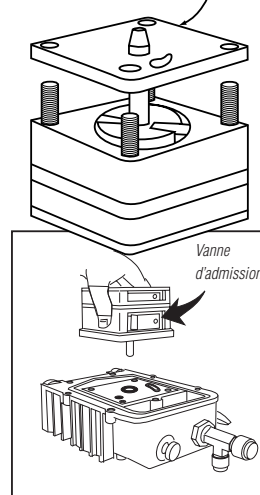

Figure 30
Étape 1 : placer le piège à plat sur l'établi. **Retirer les écrous de la cartouche en laissant tous les composants bien alignés. Les écrous peuvent être éliminés.** La cartouche doit être maintenue avec l'arbre vers le bas et les valves antiretour à soupape flottante faisant face au raccord d'admission. Aligner l'arbre sur l'ouverture du joint (figure 30). Aligner avec les alésages filetés et mettre en position. Serrer les quatre boulons à la main. Serrer en croix avec une clé 7/16".